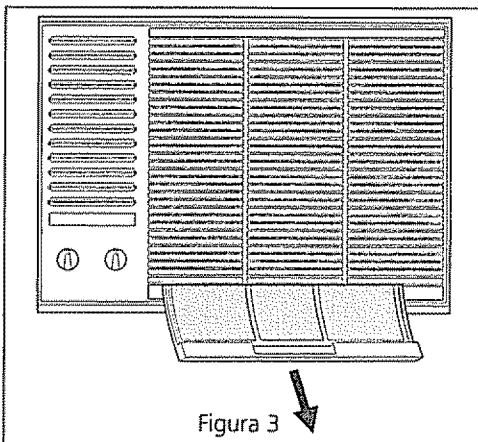

Figura 3
- Para muchas instalaciones de ventana, este frente pudiera necesitar removerse para tener acceso al filtro para limpieza (Figura 3). Para quitar el frente, revierta el proceso de instalación para Modelos con Descarga Lateral de Aire mostrados en la Instalación Frontal